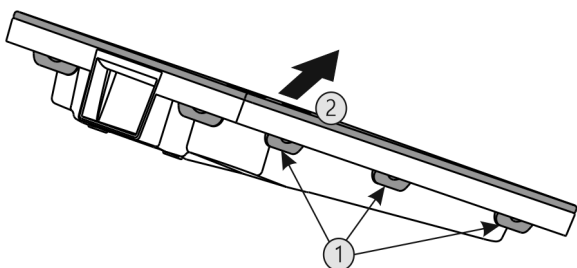

Fig. 41
- ▶ Postupne stlačte všetky spony Fig. 41 (1) a odoberte kryt Fig. 41 (2).